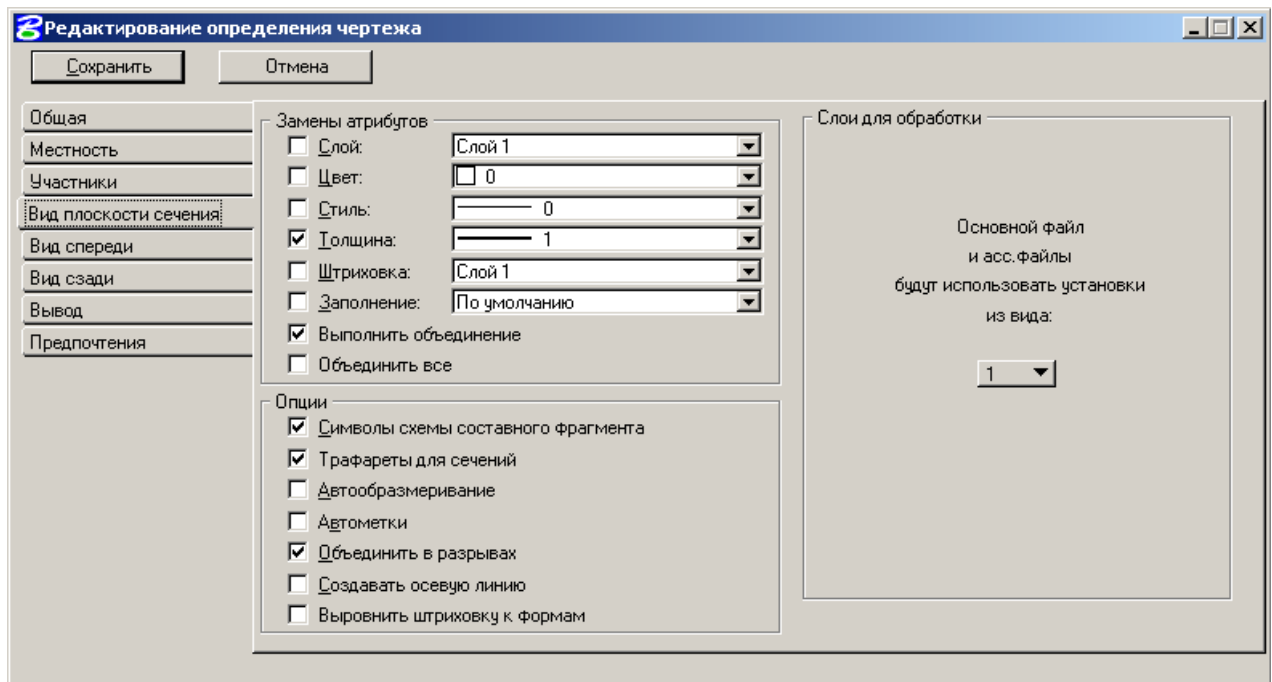

Рисунок 34
- В закладке *Вид плоскости сечения* (Рисунок 34):